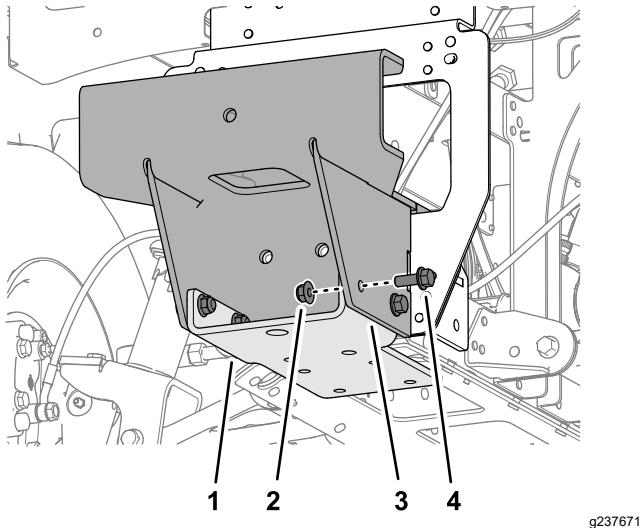

Figure 49
2. Fixez légèrement le support inférieur sur le support du ramasse-balles (Figure 49) à l'aide de 4 boulons à embase ( $\frac{3}{8}$ " x 1") et 4 contre-écrous à embase ( $\frac{3}{8}$ ").
5. Retirez les 4 boulons à embase (3/8" x 3/4"), 4 contre-écrous à embase (3/8") et le support inférieur du support du ramasse-balles (Figure 49).